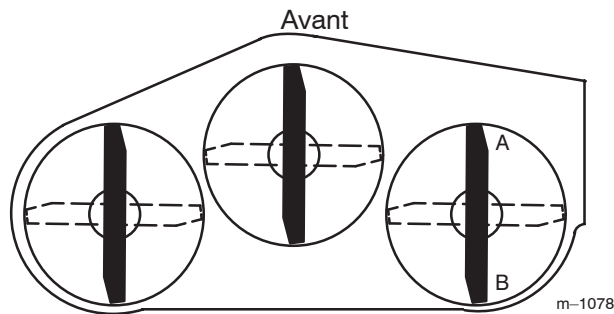

Figure 52
1. Tournez la lame **droite** dans le sens longitudinal (Fig. 52).
2. Mesurez la distance au point **A** (Fig. 52) entre la surface plane et le tranchant de la pointe de la lame droite (Fig. 53).
4. Mesurez la distance au point **B** (Fig. 52) entre la surface plane et le tranchant de la pointe de la lame droite (Fig. 53).
6. La lame doit être **plus basse de 6 à 10 mm (1/4 à 3/8 pouce) au point A qu'au point B** (Fig. 52). Si ce n'est pas le cas, passez aux étapes suivantes.